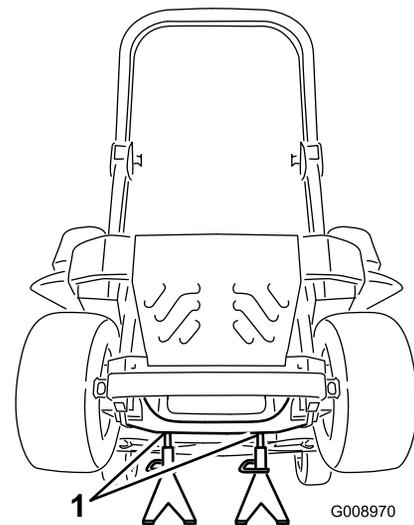

Figura 90
3. Levante la máquina y apóyela sobre soportes fijos (Figura 90).
9. Retire los soportes y baje la máquina (Figura 90).